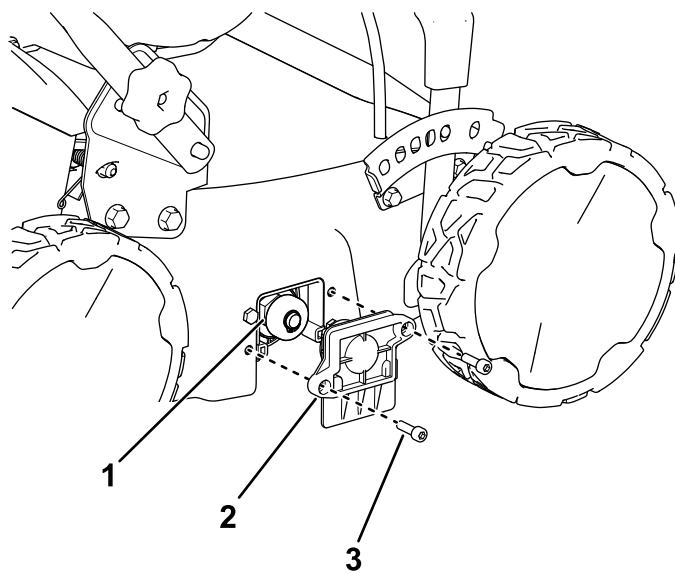

Figura 19
3. Utilizando a chave sextavada, remova os dois parafusos que prendem a caixa de rolamentos e o eixo do cilindro do lado direito da máquina (Figura 19).
5. Instale a caixa de rolamentos de forma a que prenda o conjunto do eixo recentemente instalado utilizando os dois parafusos de cabeça sextavada removidos no passo 3 e guarde a chave sextavada no conjunto da alavanca de transporte (Figura 19).